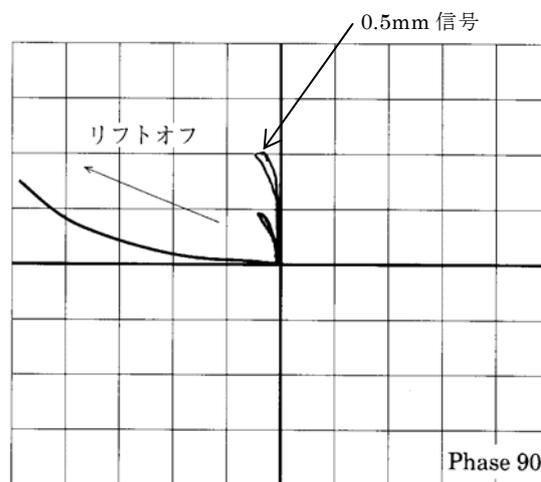

図 2 きず信号観測画面
探傷操作の前に、前述の貫通コイル 内挿コイルと同様にチェックシートにしたがったチェックを行い、問題の無い事を確認し、探傷器の設定を行う。(1) 前面パネル⑥のページ切換えボタンをクリックすると⑤の表示画面が切替わり図 2 のきず信号観測用の画面とパラメータ設定用の画面が切替わる。⑥のページ切換えボタンを長く押した場合システム画面に移行するが、このときはあわてずに⑥のページ切換えボタンを 2 回クリックすれば元に戻る。(2) まず、GAIN を 40dB としてから⑥のページ切換えボタンを押して図 2 のきず信号観測画面を出す。(3) 対比試験片の健全全部でファスナのワッシャー脇に試験コイルを試験片と垂直に軽く押し当てて、②のバランスボタンをクリックする。やや時間を置いて「ピッ」と音が出てバランスが取れる。ここで試験コイルをワッシャー脇から離さないようにしながら、試験コイルに傾きを与えるように動かすとリフトオフ信号が出力される。(4) この信号を図 2 のきず信号観測用画面で示されるように水平方向になるよう PHASE を調整する。このとき図 2 のきず信号観測用画面右下部分に PHASE の数値が表示するよう⑬のカーソルダウン又は⑭のカーソルアップを押して選択すると操作がやりやすい。(5) 対比試験片の深さ 0.5mm きずをファスナ周りを回動しながら垂直方向